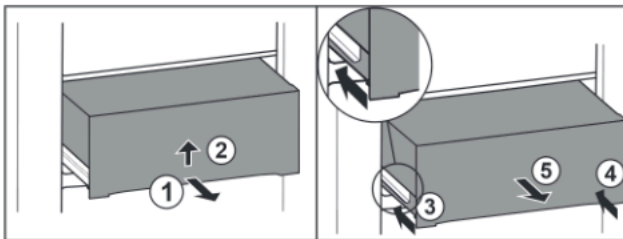

Fig. 50
- ▶ Estrarre il cassetto a metà. Fig. 50 (1)
- ▶ Sollevare il cassetto nella parte inferiore. Fig. 50 (2)
- ▶ Inserire la guida sinistra. Fig. 50 (3)
- ▶ Inserire la guida destra. Fig. 50 (4)
- ▶ Rimuovere il cassetto tirandolo in avanti. Fig. 50 (5)